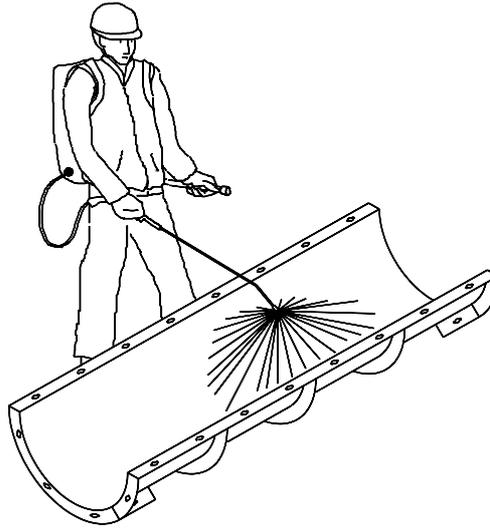

Figura 3
- ❖ Una vez colocado el panel C.L.R. con la cara encofrante hacia arriba, se le aplicará el desencofrante. (ver figura 3)